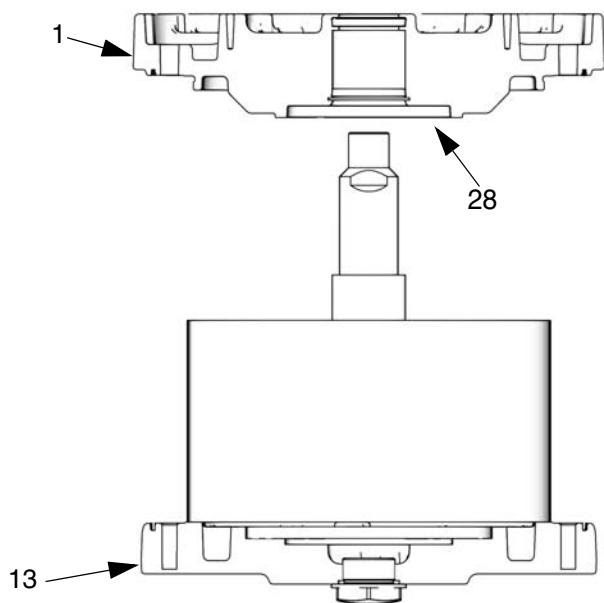

FIG. 9: Instalación de la cubierta inferior
6. Lubrique e instale la junta tórica (9*) en la cubierta inferior (1).
7. Instale el amortiguador del pistón (28) en la cubierta inferior (1).
8. Vea la FIG. 9. Coloque cuidadosamente la cubierta inferior (1) en el cilindro (11), deslizando la varilla a través del cojinete. Las superficies del colector en las cubiertas superior e inferior deben alinearse.